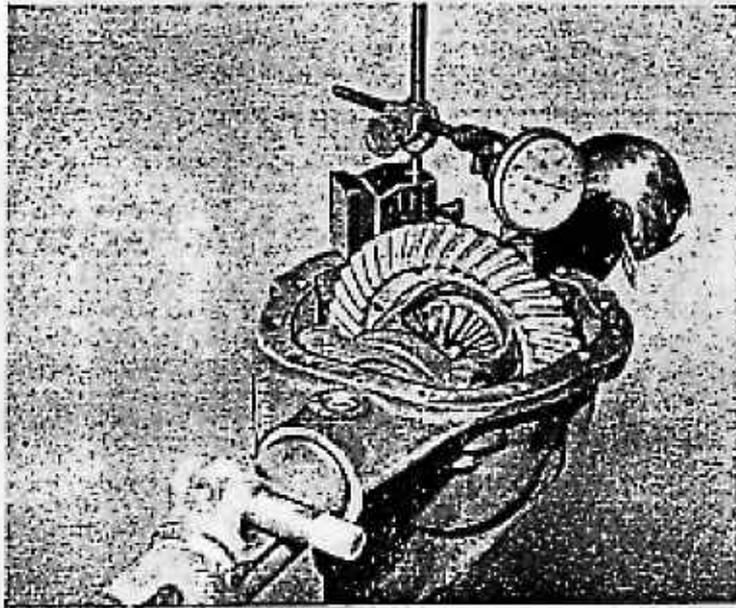

FIGURE 63. — Vérification du jeu de la couronne du différentiel avec le comparateur 41-1-100
J. — Vérification du jeu (fig. 63).
Mettre un comparateur 41-I-100 sur le carter du différentiel de façon que sa pointe repose sur la surface d'une dent de la couronne comme le montre la figure 63. Faire tourner la couronne d'arrière en avant pour déterminer le jeu. S'il est inférieur à 0,127 mm (0,005 pouce) ou supérieur à 0,178 mm (0,007 pouce), enlever le différentiel du carter (par. 24 E) et enlever les roulements de la coquille de différentiel (par. 24 F 3). Si le jeu dépasse 0,178 mm (0,007 pouce) la couronne doit être rapprochée du pignon d'attaque. S'il est inférieur à 0,127 mm (0,005 pouce) la couronne doit être écartée du pignon d'attaque. On y parvient en enlevant un nombre de cales équivalent au jeu d'un côté de la coquille et en les ajoutant de l'autre. Mettre les roulements en place sur la coquille (sous-par. G, ci-dessus). Mettre le différentiel en place dans le carter (sous-par. H, ci-dessus) et vérifier à nouveau le faux rond de la couronne.